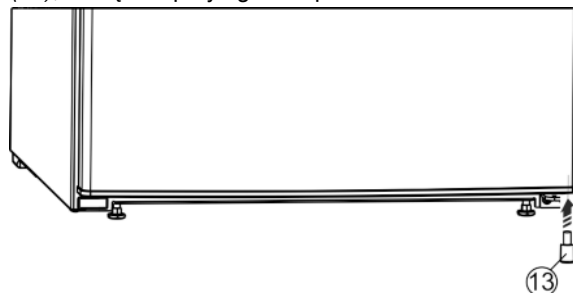

Fig. 11
- ▶ Element dystansowy Fig. 11 (13) włożyć ponownie do drzwi na dole po prawej stronie, ponieważ jest on istotny dla zachowania stabilności urządzenia.